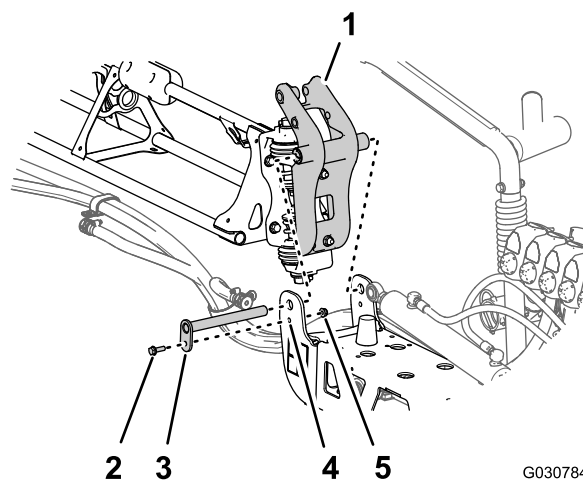

Рисунок 125
3. Совместите втулки в креплениях оси поворота с отверстиями во фланцах кронштейна оси поворота в конце средней секции опрыскивателя (Рисунок 125).